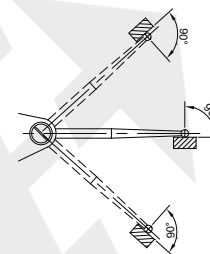
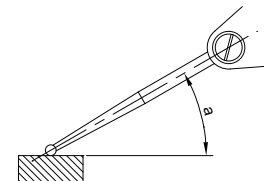

fig.4
fig.5
3. Durante la misurazione, gli stili devono essere perpendicolari alla direzione di misurazione (fig. 4). Quando lo stilo forma un angolo con la direzione di misurazione (fig. 5), è necessario effettuare la seguente correzione.